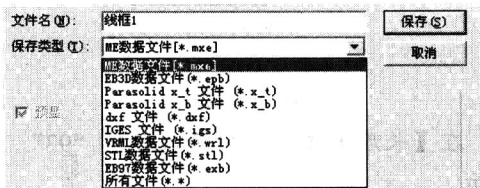

图1-17 保存类型
5. 在对话框的【文件名】文本框中输入文件名“线框 1”，单击 **保存(S)** 按钮，系统即按所给文件名存盘。文件类型可以选用 ME 数据文件、EB3D 数据文件、Parasolidx_t 文件、Parasolidx_b 文件、dxf 文件、IGES 文件、STL 数据文件等，如图 1-17 所示。